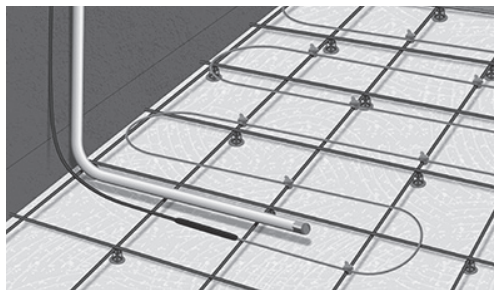

Fig. 6. Plasser ledningsrøret/føleren mellom kablene
8. Du kan velge å legge ned et ledningsrør til gulvføleren. Sørg for at føleren plasseres på samme nivå som kabelen og mellom sløffene. Forsegl enden av ledningsrøret (Fig. 6).